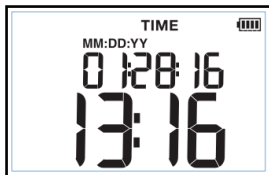

Figura 3. Impostazione dell'ora
1. Premere **SETUP** finché non compare **TIME** (TEMPO) sul display. Vedere la Figura 3.